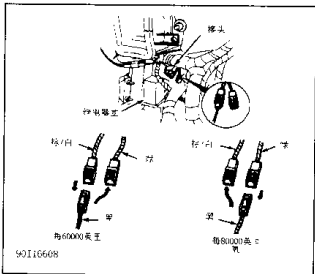

图2 复位氧传感器警报灯 (1988~93 年联邦 Pickup)
4) 在联邦 Pickup 型汽车上, 为了复位检查发动机灯, 将仪表板左侧的 (继电器盒上面) 棕/白或黑线接头与绿线接头相连 (见图 2)。